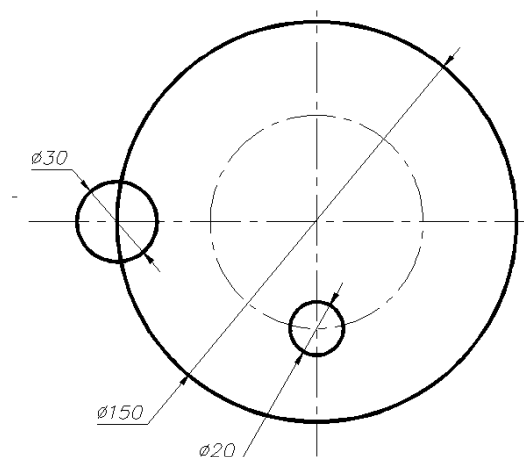

Рис. 43
- 2) В слое **ЧЕРНОВОЙ** командой **Круг** провести окружности заданных диаметров (рис. 43).